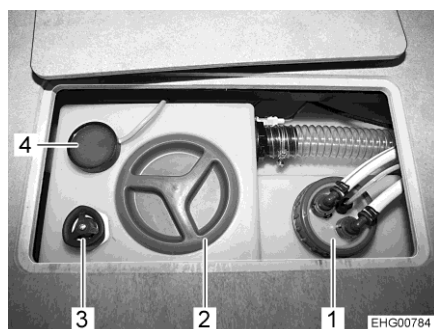

Fig. 129 Maniglia girevole per scarico acqua
- Apertura:* ■ Ruotare la maniglia girevole (Fig. 129,3) sul serbatoio dell'acqua in senso antiorario fino all'arresto.
- Chiusura:* ■ Ruotare la maniglia girevole (Fig. 129,3) sul serbatoio dell'acqua in senso orario fino all'arresto.